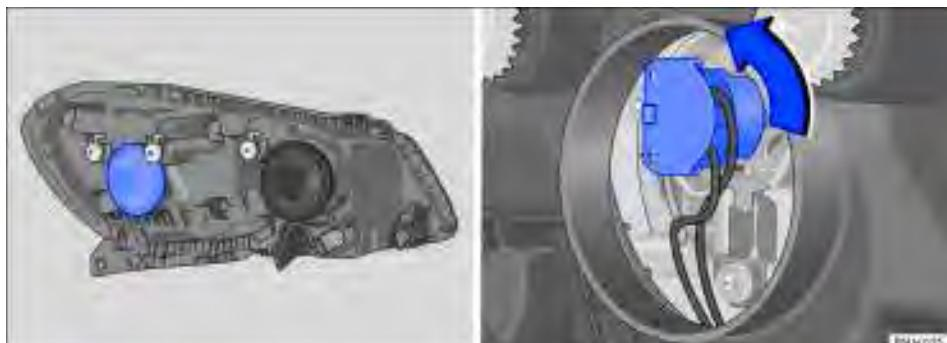

Fig. 177 No compartimento do motor (variante 1): localização e soquete da lâmpada incandescente do farol baixo.
3. Remover a cobertura de borracha na parte traseira do farol ⇒ Fig. 177.